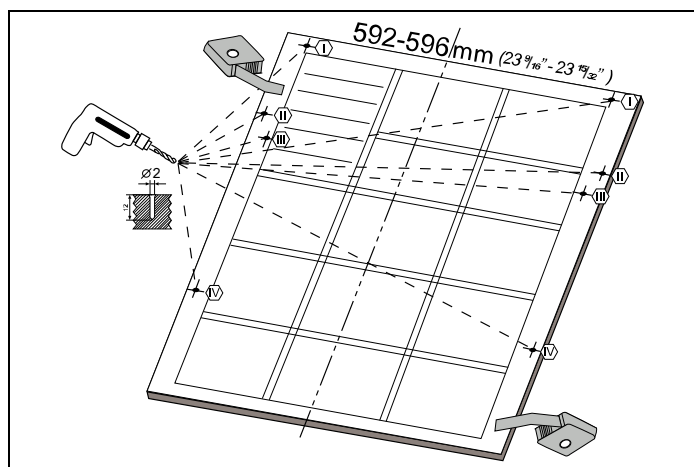

Fig. 19
Comme illustré dans la Fig. 19 , vous devez mesurer la hauteur et la profondeur de l'armoire pour déterminer les dimensions de la porte extérieure.
- 2) Comme illustré dans la Fig. 19 , le trou de vis est ouvert sur la porte extérieure à partir des points indiqués sur le gabarit de montage. Diamètre du foret : 5/64" (2 mm) Profondeur du foret : 15/32" (12 mm)